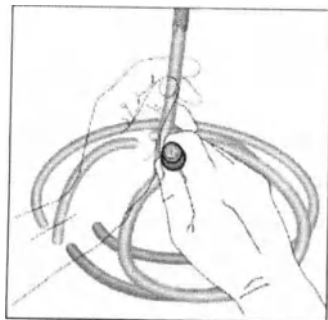

Рисунок 7. Проверка волоконно-оптического кабеля
- Направьте один конец кабеля на источник яркого света, например, на источник освещения в помещении, и проверьте другой конец на наличие поврежденных волокон, которые выглядят как черные точки или темно-серые области (рисунок 7). Сочетание наличия поврежденных волокон в кабеле или эндоскопе приведет к снижению пропускания света. Комбинированный процент темных точек, видимых на конце кабеля, не должен превышать 20% от его общей площади.